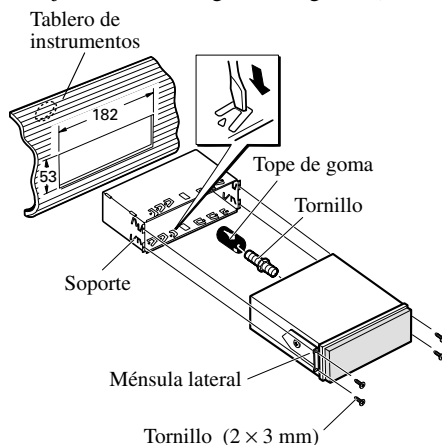

Fig. 17
2. Instale la unidad en el tablero de instrumentos. (Fig. 17)